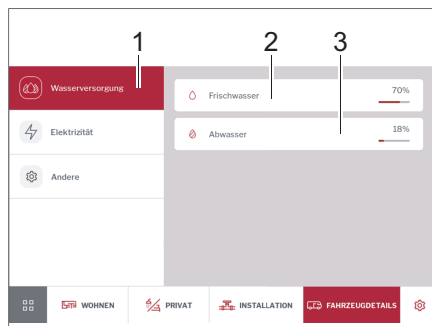

Fig. 289 Suministro de agua
- Tocar en la opción *Suministro de agua* (Fig. 289,1).
Se muestran los niveles de llenado del depósito de agua potable (Fig. 289,2) y del depósito de aguas residuales (Fig. 289,3) en %.